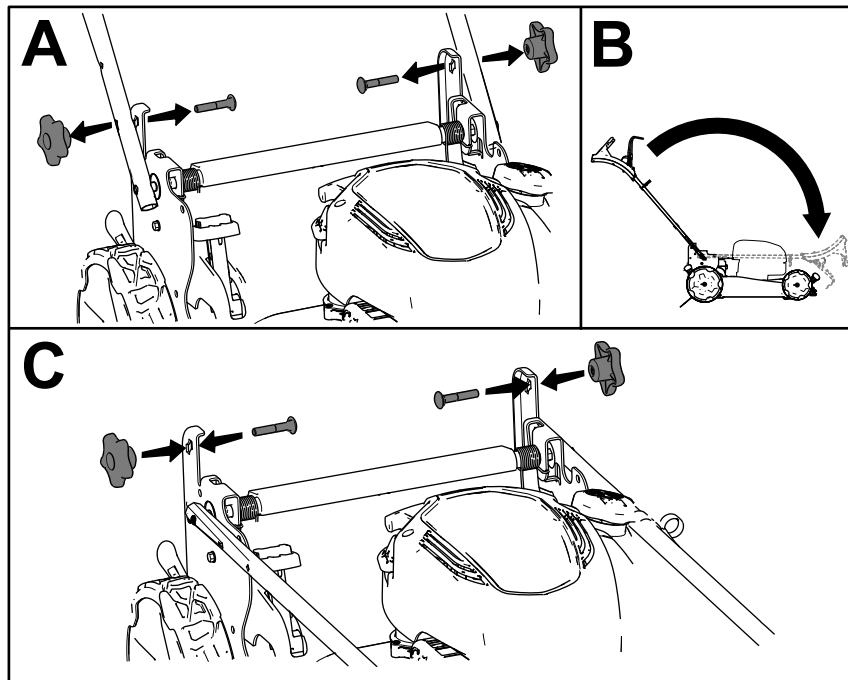

Figura 19
1. Retire e guarde os dois manípulos e os dois parafusos de carroçaria dos suportes da pega (A da Figura 19).
2. Dobre a pega rodando-a para a frente (B da Figura 19).
3. Instale sem apertar os manípulos da pega e os parafusos de carroçaria nos suportes da pega (C da Figura 19).